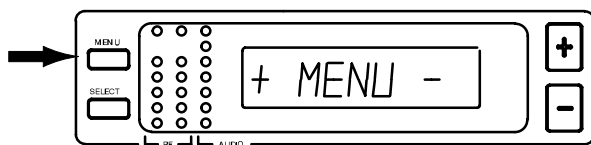

ABBILDUNG 16
1. Die MENU-Taste drücken. Die „+ MENU -“Anzeige erscheint (Abbildung 16).